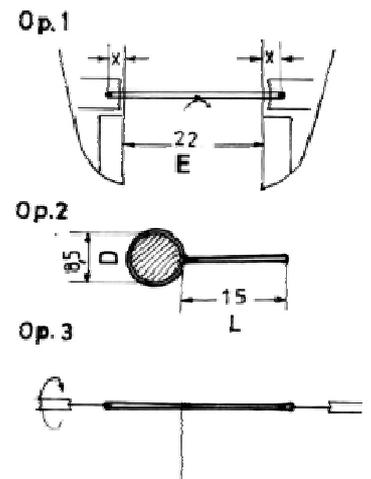

Abb. 8: Herstellung der Hanger (Op. 1-3). $E = D \times 1,57 + L - 2x$.
- b) ist die Komplettierung ein Einfädeltvorgang am Modell. Der Hanger selbst ist ein Element, das überall in ungefähr der gleichen Form auftritt und somit einige Beachtung verdient. Seine spezifischen Merkmale sind der Schlaufendurchmesser um die Rah und die Länge. Die Operationenfolge (Abb. 8): Abb. 8: Herstellung der Hanger (Op. 1-3). $E = D \times 1,57 + L - 2x$.